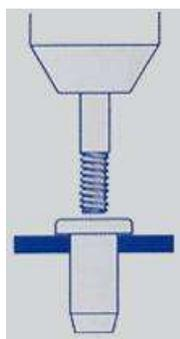

Fig.1
5. Insertar el vástago de la remachadora en la tuerca. (Fig. 1)